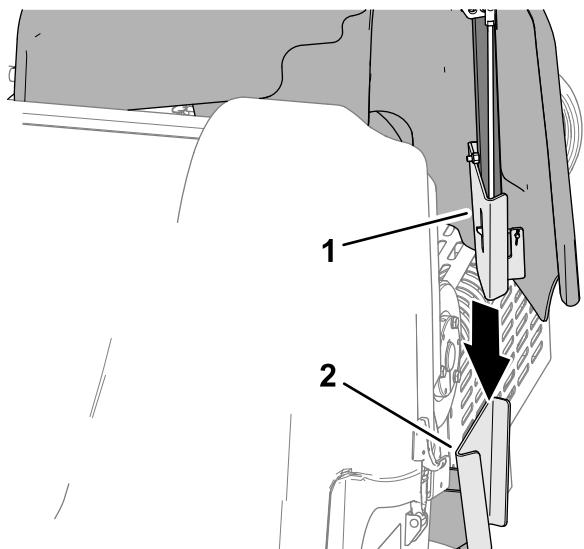

図 133
1. ベルトカバーの取り付けブラケットを、マシンのフレームのカバーサポートブラケットに合わせる図 133。